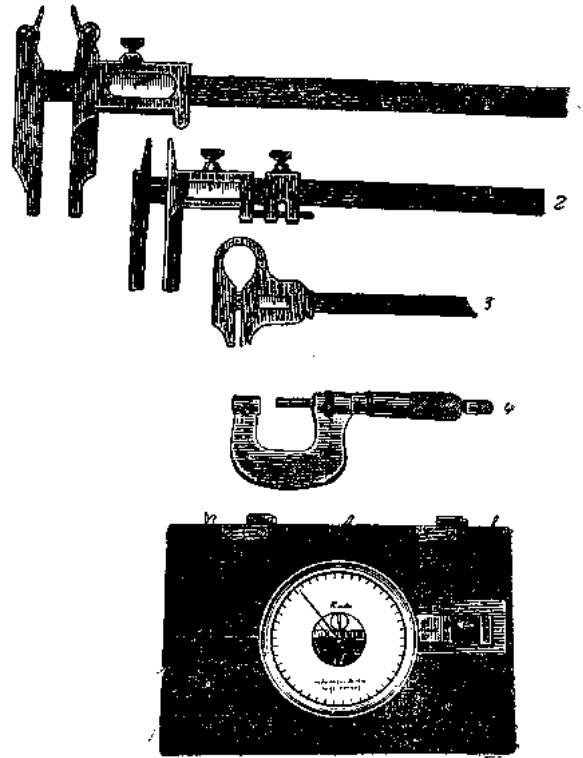

Рис. 48. Мерительный инструмент:
12. Мерительный инструмент (рис. 48).